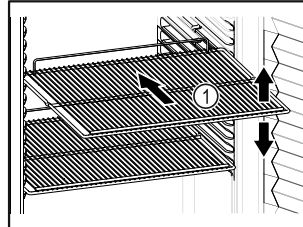

Fig. 59 Ενδεικτική απεικόνιση
- Εάν οι σχάρες Fig. 59 (1) είναι ρυθμιζόμενες, προσαρμόστε τα ανάλογα με το ύψος.